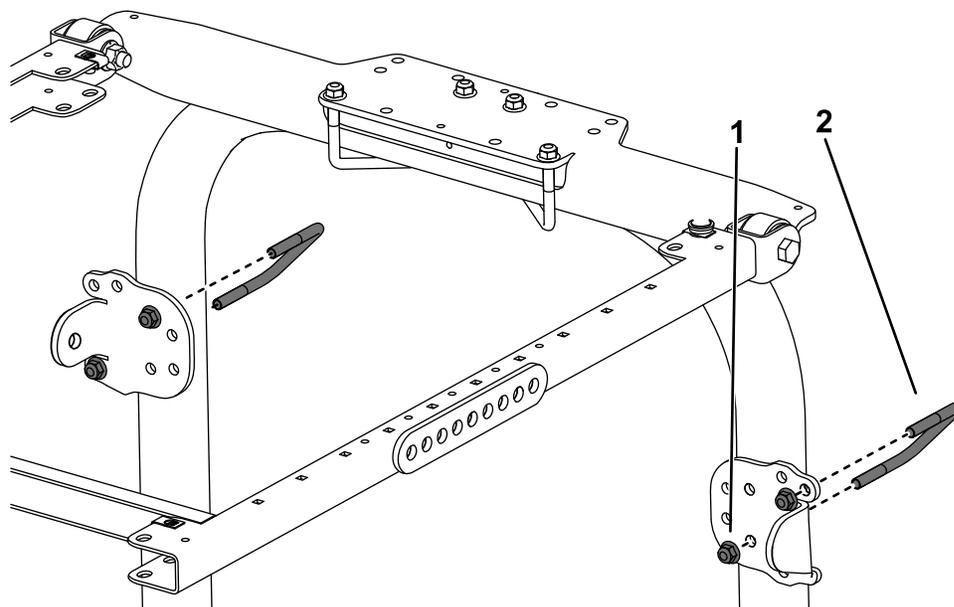

Figura 23
8. Utilizzando i fori di montaggio illustrati nella Figura 23, fissate, senza serrarla, ciascuna delle staffe di ancoraggio ai montanti del roll bar con un bullone a U ($3\frac{1}{2}'' \times 2\frac{3}{4}''$) e 2 dadi flangiati.